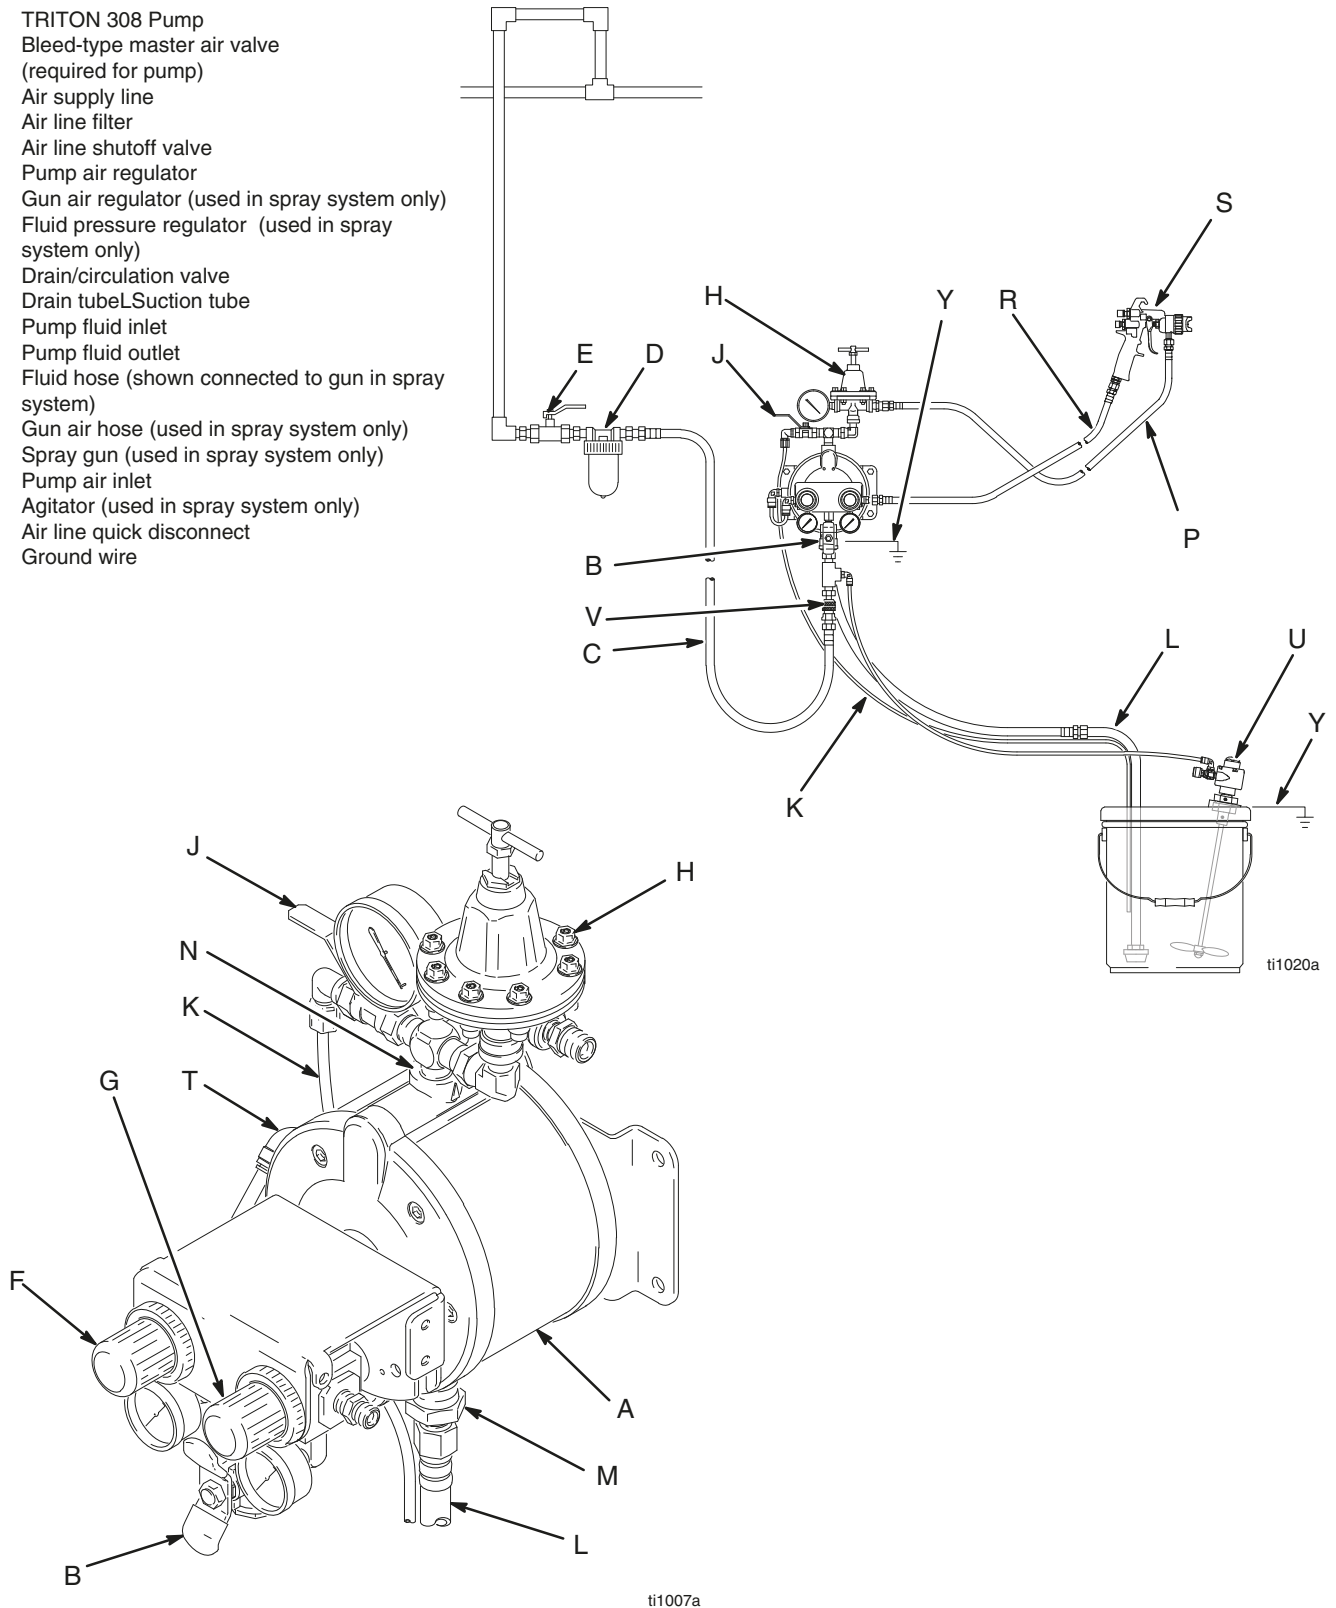

图 2
- 图 2 展示了壁式安装 HVLV 喷涂应用。它仅是选择和安装系统组件的指南。若需设计一套适合具体要求的系统，请与 Graco 公司的经销商联系帮助。
系统应配备一个放气型主空气阀 (B)，以释放该阀与泵之间的残留空气。见图 2。残留空气会导致泵意外运行，并因而引发严重的损害，如飞溅到眼睛里或皮肤上、称动部件造成的伤害或有害液体造成的污染。
1. 按图 2 所示安装空气管路附件，安装在墙上或支架上。确保供气管路附件具导电性。
- a. 有两种方法可控制流体压力，一种是通过空气调节器 (F) 控制进入泵的空气，另一种是通过流体调节器 (H) 控制流体流出泵。
- b. 将放气型主空气阀 (B) 安装在靠近泵的位置以释放残留空气。参见左侧警告。将另一个主空气阀 (E) 安装在所有空气管路附件的上游，以便清洗和维修时将其隔离。
- c. 安装一个空气管路过滤器 (D) 以清除压缩供气带来的有害污染物，如污物、湿气和油污。
3. 在附件和泵的空气入口 (T) 处安装一个导电且可活动的空气软管 (C)。使用最小内径为 1/4 英寸 (6.3 毫米) 的空气软管。在空气软管一端拧上一个空气管路快速接头 (V)，并将配对接头紧紧地插入泵空气入口。目前不要将快速接头连接到配对接头上。
需要一个流体疏水阀 (J) 以释放软管堵塞时的压力。见图 2。疏水阀能降低严重损害的风险，其中包括泄压时溅到眼睛里或皮肤上，或者有害液体造成的污染。将该阀安装在靠近泵流体出口的位置。用软管 (K) 连接阀和桶，就可将阀用作环流阀。